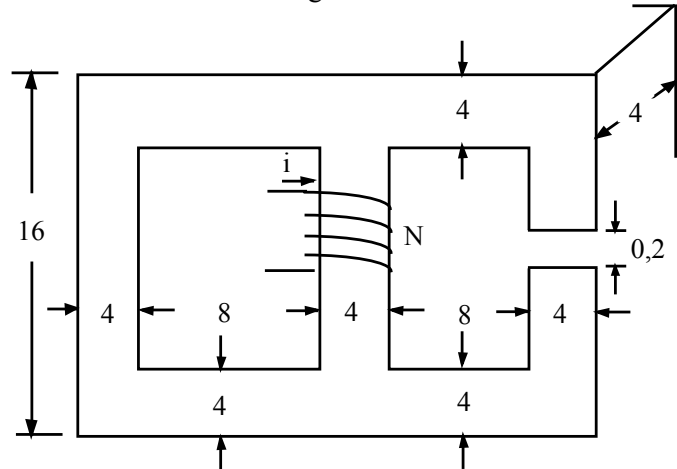

Figura 1.8
1.13.- Para el circuito magnético de la Figura 1.8, determine el número de espiras N de la bobina, necesario para que el flujo en el entrehierro sea de $0,5 \text{ mweber}$.